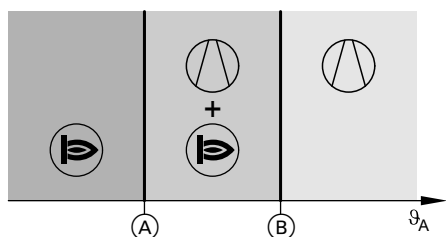
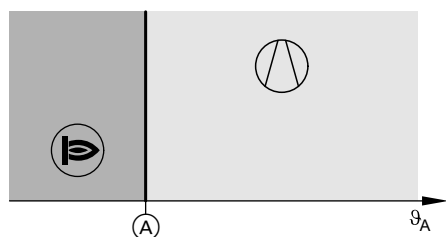

Fig. 18
Fig. 19
Votre installateur a pré-réglé les deux limites de température extérieure (A) et (B) : voir fig. 18 et fig. 19.